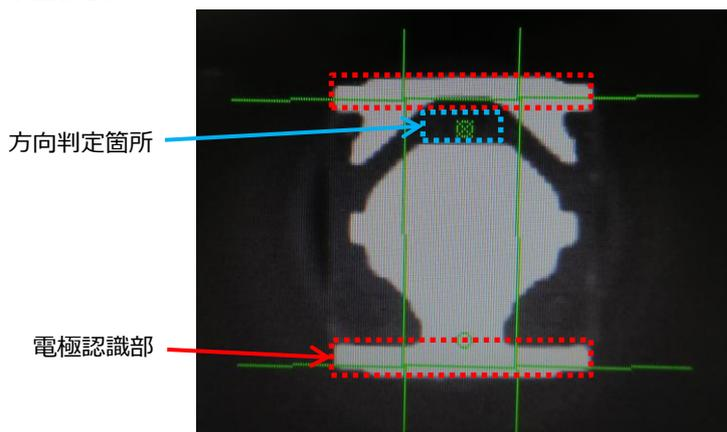

図8. 電極端子認識 (推奨)
- ①電極端子による部品位置認識を推奨します。
- ②電極形状が認識しにくい場合は電極端子の外側(図8  部分)を認識してください。
- ③LEDの方向判定を行う場合、アノード-カソード電極間(図8  部分)に判定枠を設定してください。この部分の輝度で電極の有無を確認します。